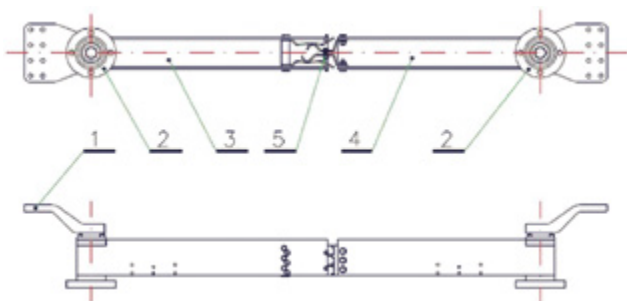

Рис. 8 Контактный нож.
Главные ножи (Рис. 8) разъединителя изготовлены из сплава меди и алюминия. Каждый нож состоит из четырех основных частей: головки с выводом (2,1), шины (левой (3) или правой (4) и главного контакта (размыкаемого) (5).